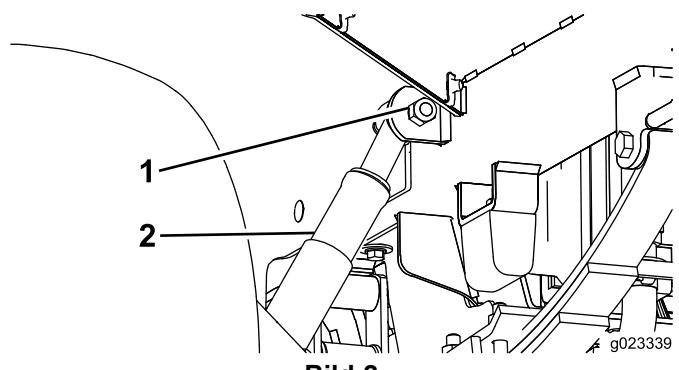
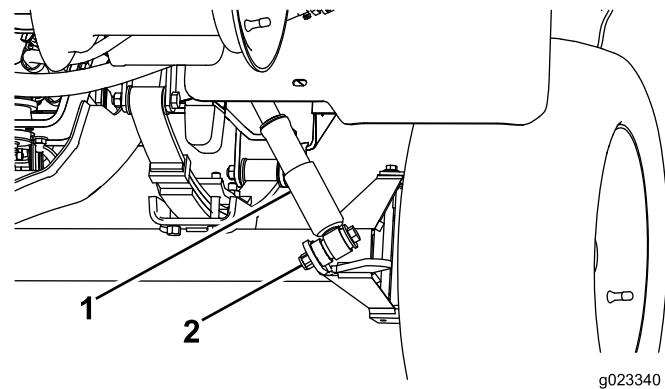
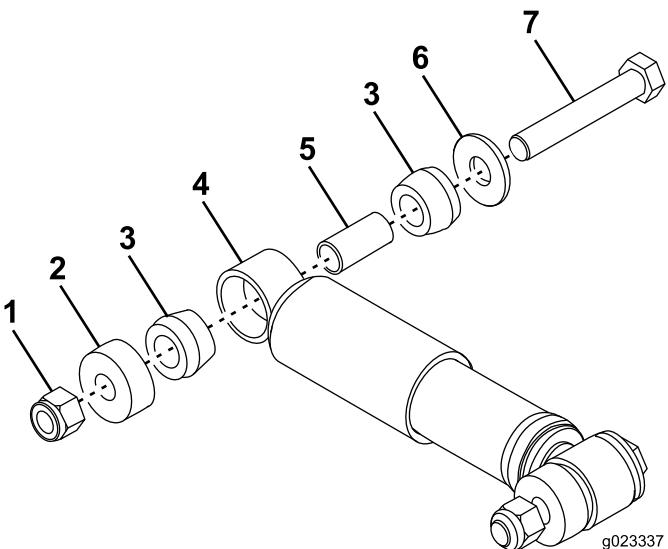

Bild 2
Bild 3
Bild 4
5. Schrauben Sie die Muttern und Schrauben aus dem alten Stoßdämpfer heraus, um ihn zu entfernen (Bild 2 und Bild 3).
6. Schrauben Sie den neuen Stoßdämpfer (Bild 4) an denselben Stellen an, an denen Sie den alten entfernt haben (Bild 2 und Bild 3).